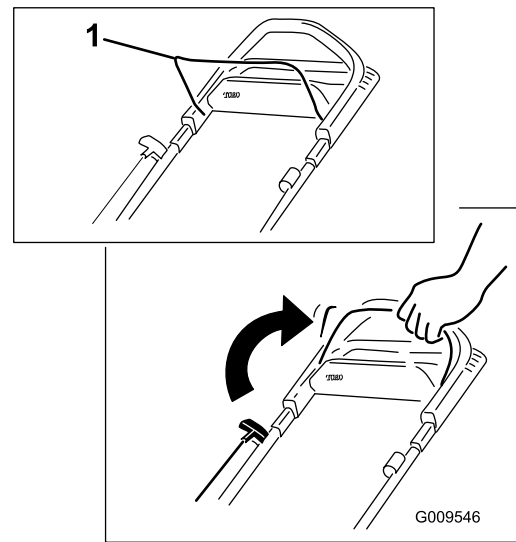

Bild 15
1. Drücken Sie den Schaltbügel gegen den Holm (Bild 15).